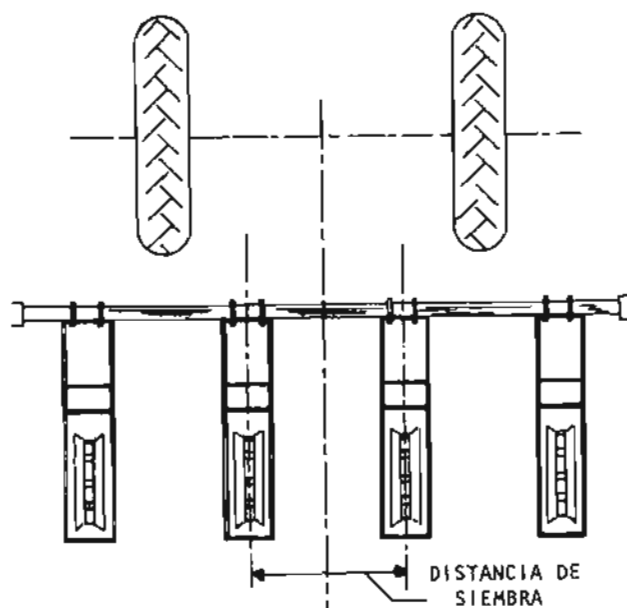

Fig. 2
- d Separe las unidades del centro de modo que queden equidistantes del punto medio del bastidor, dejando entre ellas la distancia de siembra recomendada (fig. 2).